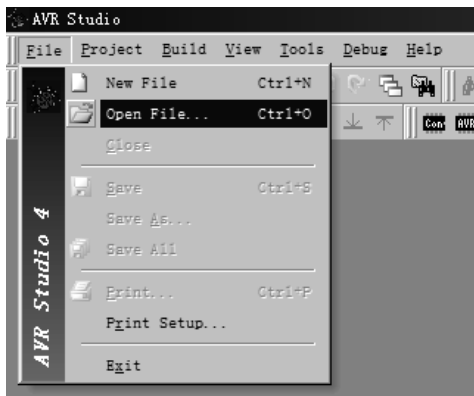

图 1-26 Open File 选项
(4) 单击 File 菜单中的 Open File 选项，如图 1-26 所示。